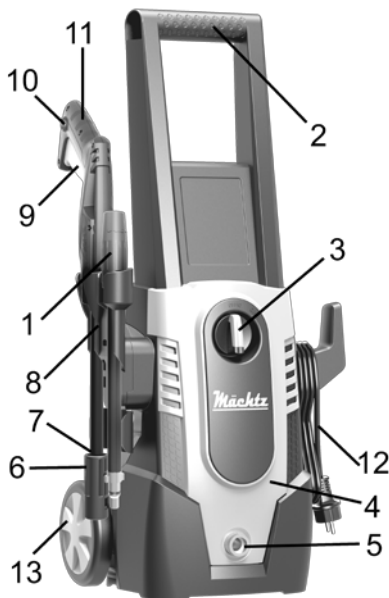

Рисунок 1
2.2.2 Увімкнення та вимкнення виробу здійснюється поворотом вимикача **3** (рисунок 1). Для ввімкнення виробу вимикач необхідно повернути в напрямку руху годинникової стрілки у положення "УВІМК" («ON», «I»), а для вимкнення - проти годинникової стрілки у положення «ВИМК» («OFF», «0»).
4.2.4 Утримуючи курок пістолета в натиснутому положенні, увімкніть двигун вимикачем (3) (рисунок 1). У перші секунди роботи насоса можлива подача води «ривками» - це видаляються залишки повітря.
- вимкніть мийку перемикачем (3) (рисунок 1), повернувши рукоятку у положення "ВИМК" («OFF», «0»);